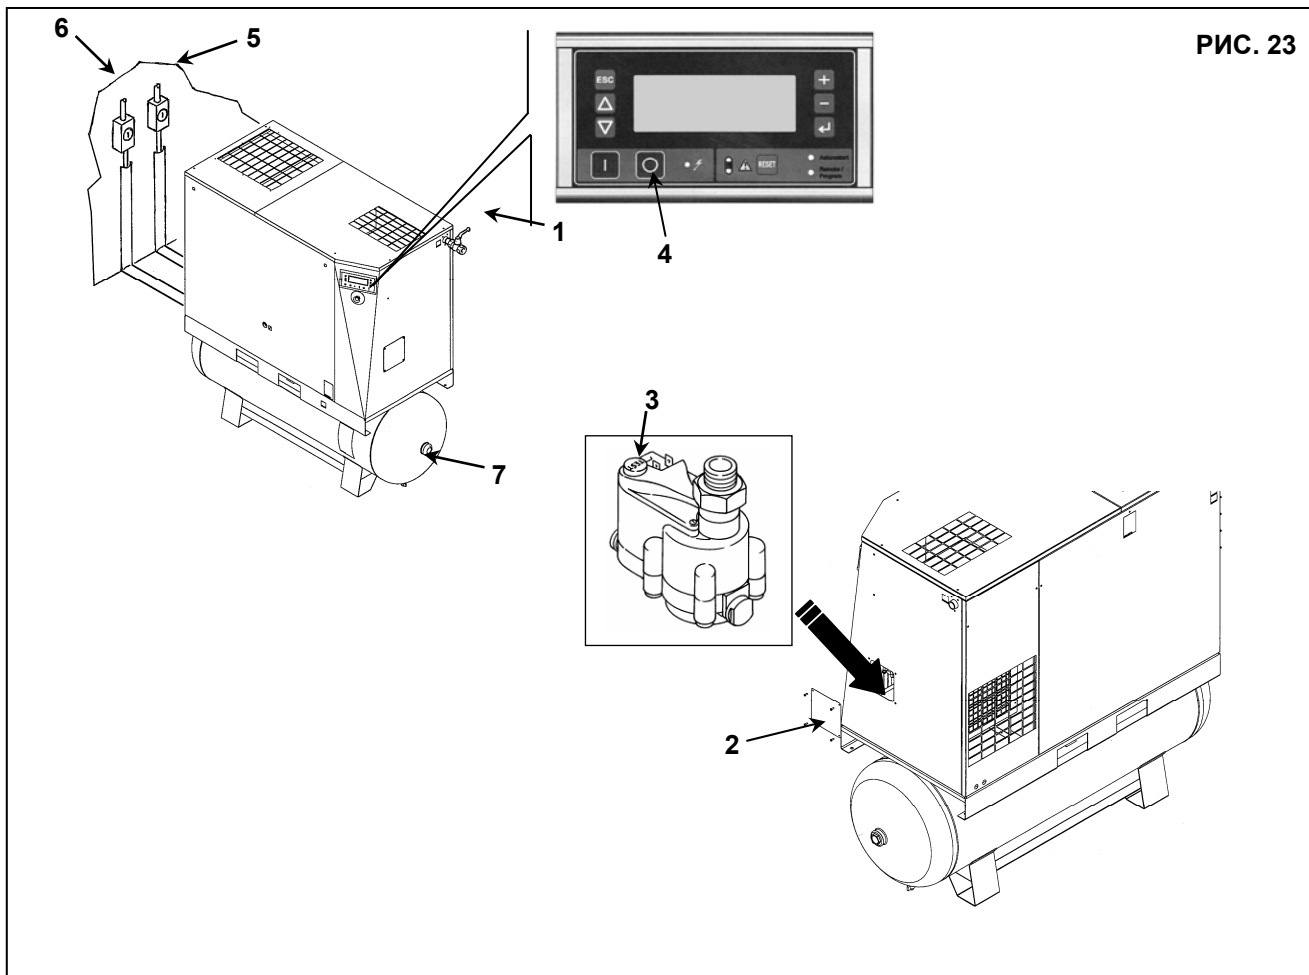

РИС. 23
- Закройте кран (поз. 1, Рис. 23).
- Снимите панель фильтра (поз. 2, Рис. 23)
- Выключите машину кнопкой (поз. 4, Рис. 23): при этом машина остановится через 45 секунд работы на холостом ходу.
- Включите автоматический дифференциальный переключатель питания, поз. 5 (на винтовом компрессоре) и поз. 6 (при наличии осушителя), Рис. 23.
- Сбросьте давление, повернув кран (поз. 7, Рис. 23).
- Закройте краны (поз. 7, Рис. 23) снова после полного сброса остаточного давления воздуха.